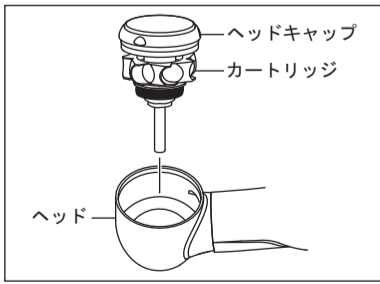

図20
- ヘッドキャップを持ちながらヘッドにカートリッジを挿入し、ヘッドキャップを手でかるく締め付けます(図20)。ヘッドキャップが締まらない場合は、Oリングがずれている恐れがありますので、一度ヘッドから取り外し、再度“9”からやり直してください。